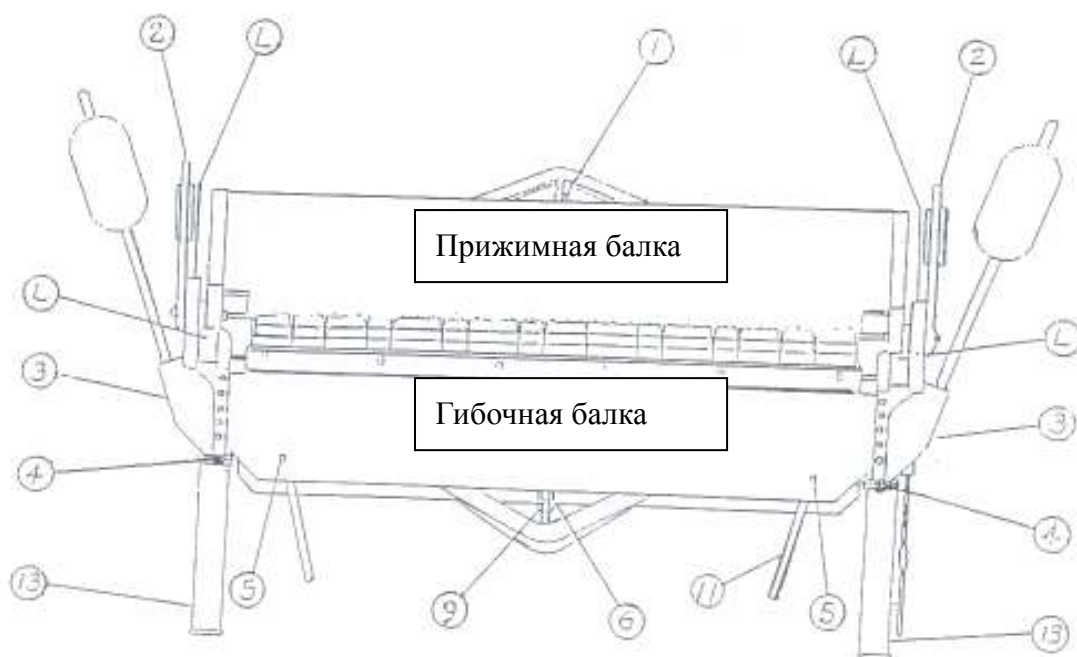

Рис. 1 Вид спереди
1. Отрегулировать центр гибочной балки анкерной гайкой 6 (Рис. 1)..
1. Слегка разжать рукоятку 2 или 8 (Рис. 1) со стороны перегиба.